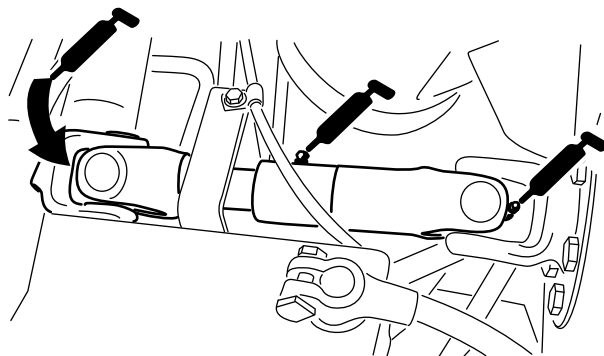

Figura 64
- Giunto ad U del semiasse fra motore e pompa (3)–Figura 64